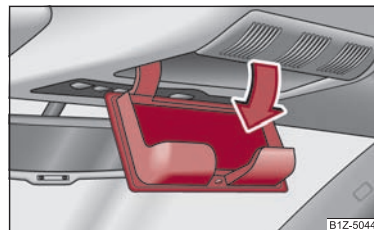

Fig. 94 Imagine din plafon: Compartimentul pentru ochelari
- Apăsai capacul compartimentului, compartimentul se va deschide ⇒ fig. 94.